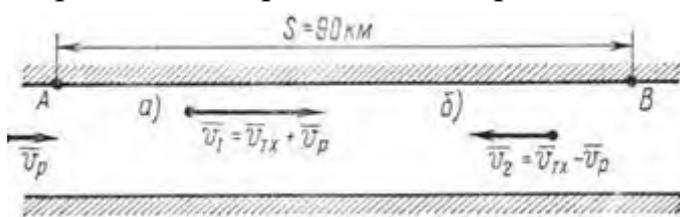

Рисунок 20
1. Расстояние $S = 90$ км между двумя пристанями, расположенными на реке (рис. 20), теплоход проходит без остановки в одном направлении (по течению) за $t_1 = 3$ ч и в обратном направлении (против течения) за $t_2 = 5$ ч. Определить скорость течения реки и собственную скорость теплохода.